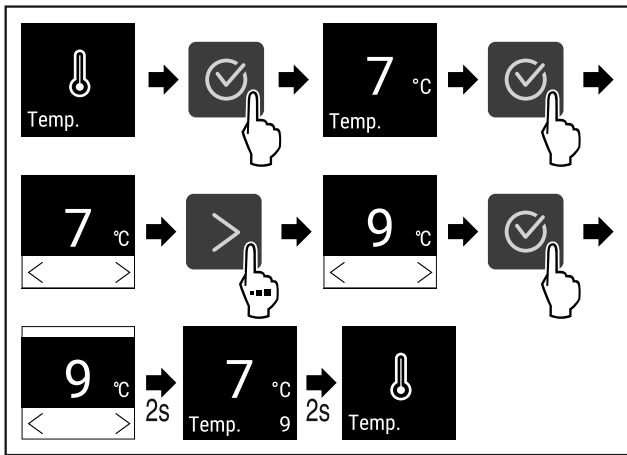

Fig. 66 Зміна температури від 7°C до 9°C
- ▶ Провести етапи операцій (див. Fig. 66) .